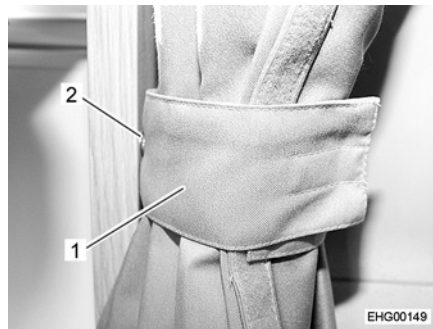

Bild 4 Mörkläggningsgardin, säkrad)
- Säkra mörkläggningsgardinen med omtag (Bild 4,1) och tryckknapp (Bild 4,2).